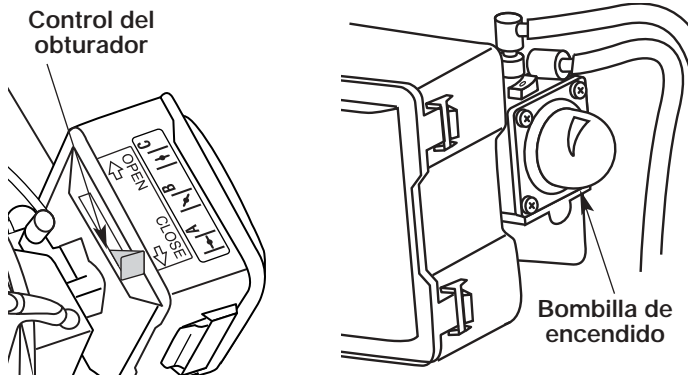

Fig. 11
4. Coloque la palanca del obturador en posición de obturación COMPLETA (FULL) (A) [H] (Fig. 11).
**NOTA:** Deslice la palanca del obturador directamente sobre el símbolo adecuado en la calcomanía de la cubierta del filtro de aire (Fig. 11).
- Oprima por completo y suelte la bombilla del cebador lentamente 7 veces. Debe poder sentir y ver la gasolina en la bombilla (Fig. 11). Si no ha entrado gasolina en la bombilla, oprima tres veces más, o hasta que lo haga.
- Mientras oprime el control del regulador en la posición abierta (regulación plena) y la palanca del obturador en la posición de obturación **COMPLETA (FULL) (A)** |←|, tome el mango de la cuerda de arranque con su mano izquierda y tire de la cuerda de arranque rápidamente cinco veces. Si el motor intenta arrancar antes del quinto tirón, proceda con el paso 8.
- Mueva la palanca del obturador a la posición de obturación **PARCIAL (B)** |↖| (Fig. 11).
**NOTA:** El motor no funcionará en la posición de obturación **COMPLETA (FULL) (A)** |←|.
**NOTA:** Si la temperatura exterior es inferior a 50°F (10°C), haga funcionar la unidad a regulación plena de 30 segundos a un (1) minuto.
- Mueva la palanca del obturador a la posición de **MARCHA (RUN) (C)** |↑| y haga funcionar la unidad a regulación plena durante 30 segundos, y hasta un (1) minuto en temperaturas inferiores a 50°F (10°C).
**NOTA:** Si el motor no arranca utilizando estos procedimientos, repita los pasos 5 a 11 utilizando DOS (2) tirones en la posición de obturación **COMPLETA (FULL) (A)** |←|.
- Mueva la palanca del obturador a la posición de **PARCIAL (B)** |↖| (Fig. 11).